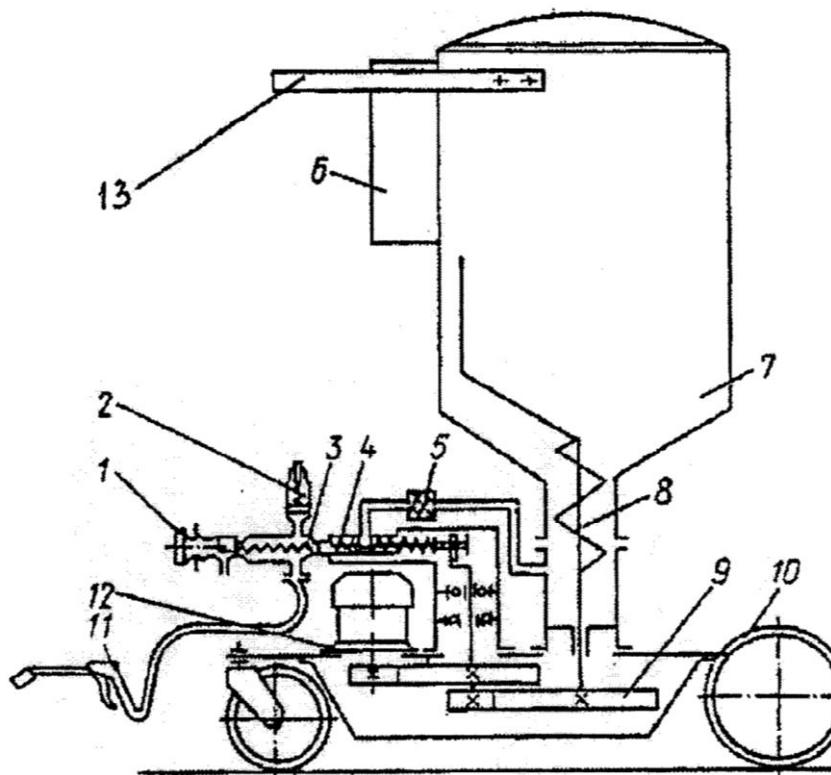

Рис. 1
6.10. Запрещается подъем нагнетателя за ручку 13 (рис.1) для его транспортирования.